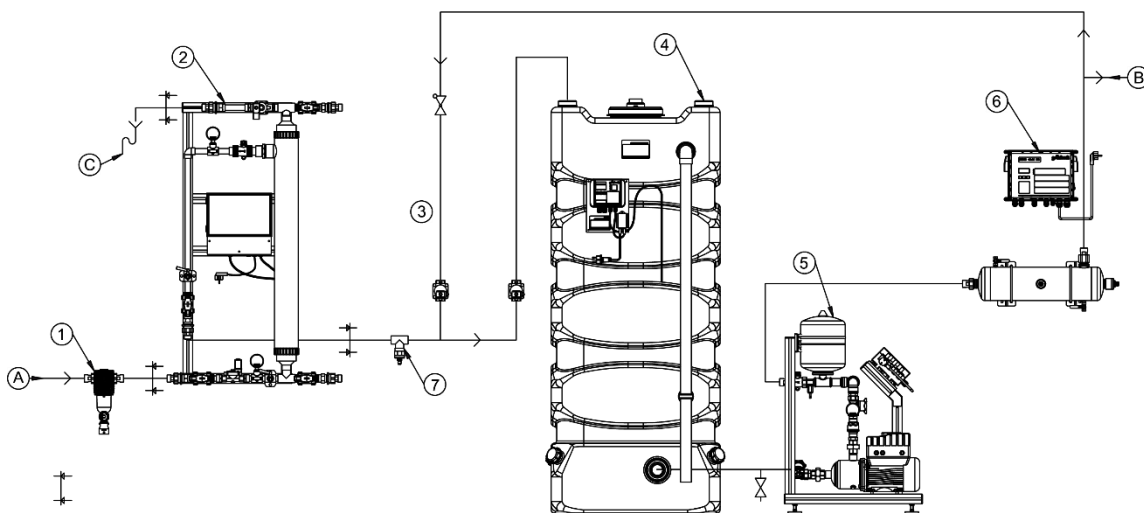
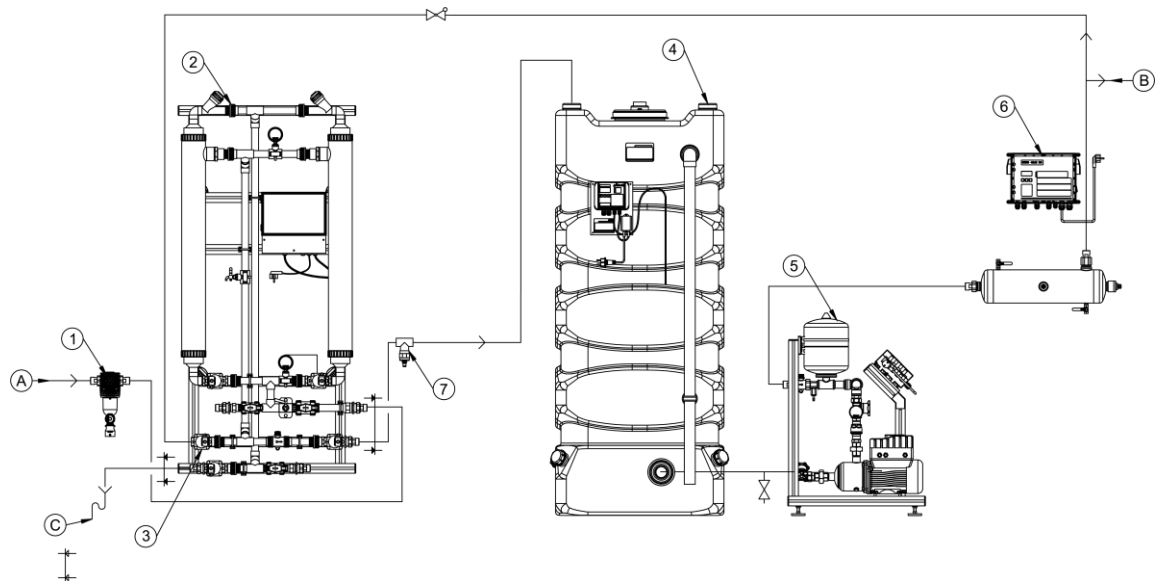

Abb. D-1: Installationszeichnung Ultrafiltrationsanlage GENO-Ultrafil 450
Abb. D-2: Installationszeichnung Ultrafiltrationsanlage GENO-Ultrafil 900
Bei der Installation der Ultrafiltrationsanlage GENO-Ultrafil sind bestimmte Regeln in jedem Fall einzuhalten. Zusätzliche Empfehlungen erleichtern die Arbeit mit der Anlage. Die hier beschriebenen Installationshinweise sind im Kapitel D-4, Abb. D-1 bzw. Abb. D-2 illustriert.
- Verbindung zwischen Filtratausgang und Hausinstallation oder zur Option Filtrattank und zum Rückspülventil herstellen (siehe Fließschema Abb. D-1 bzw. Abb. D-2).
**Legende für Abb. D-1 und D-2**